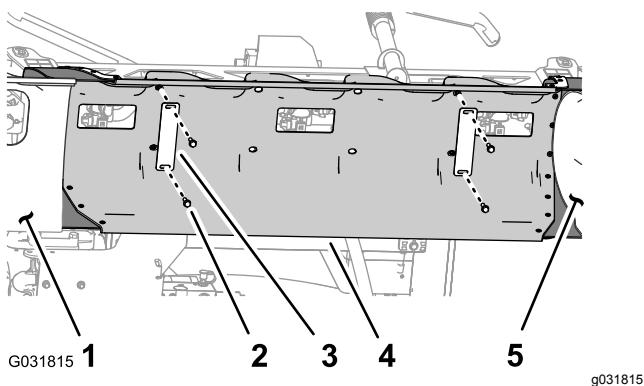

Рисунок 19
1. Удерживая кожух средней секции (с 11 соплами), снимите 4 болта с фланцевыми головками (5/16 x 1-1/4 дюйма) и 2 хомута, которые крепят кожух к опорному кронштейну (Рисунок 19).